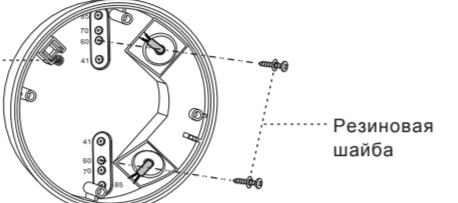

Рис. 15
4.4.3.3 Выберите соответствующие выбивные отверстия для закрепления распределительной коробки на поверхности потолочной плиты двумя шурупами с резиновой шайбой (см. рис. 15).